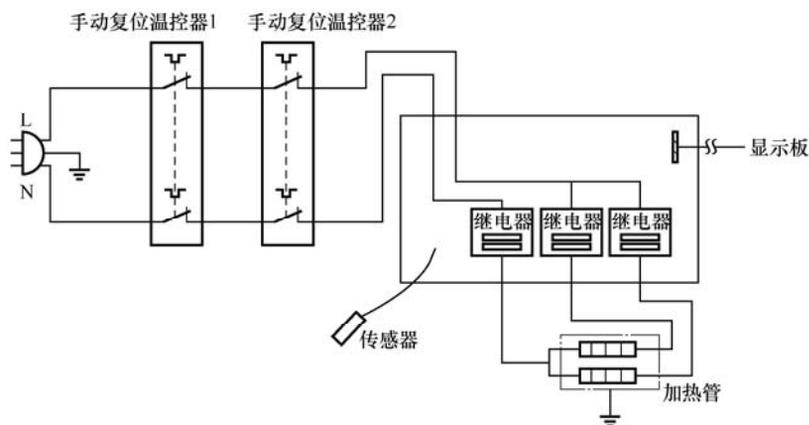

图 5-74 海尔 3D-HM80DI (E) 型电热水器电气原理图
【要点点拨】海尔 3D-HM80DI (E) 型电热水器电气原理图如图 5-74 所示。